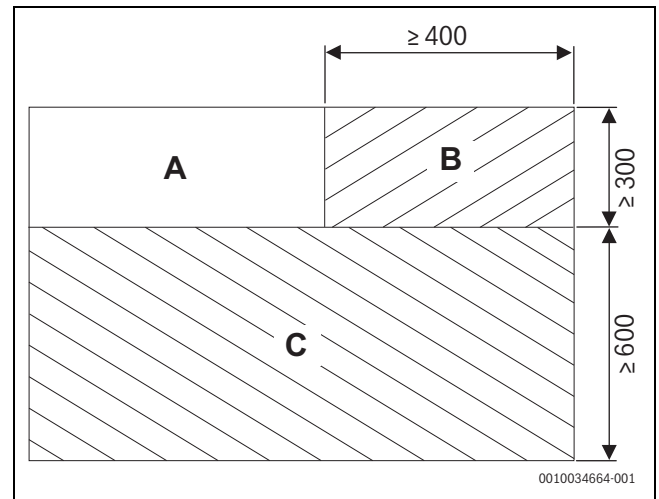

Рис. 2 Минимальное расстояние для монтажа, технического обслуживания и ремонта
- ▶ Обеспечьте достаточное пространство для проведения технического обслуживания и циркуляции воздуха. Если требуется двухуровневый монтаж, то расстояние сверху и снизу между блоками должно составлять ≥ 150 мм. Рис. 2 и 3 демонстрируют минимальные расстояния для монтажа и технического обслуживания.